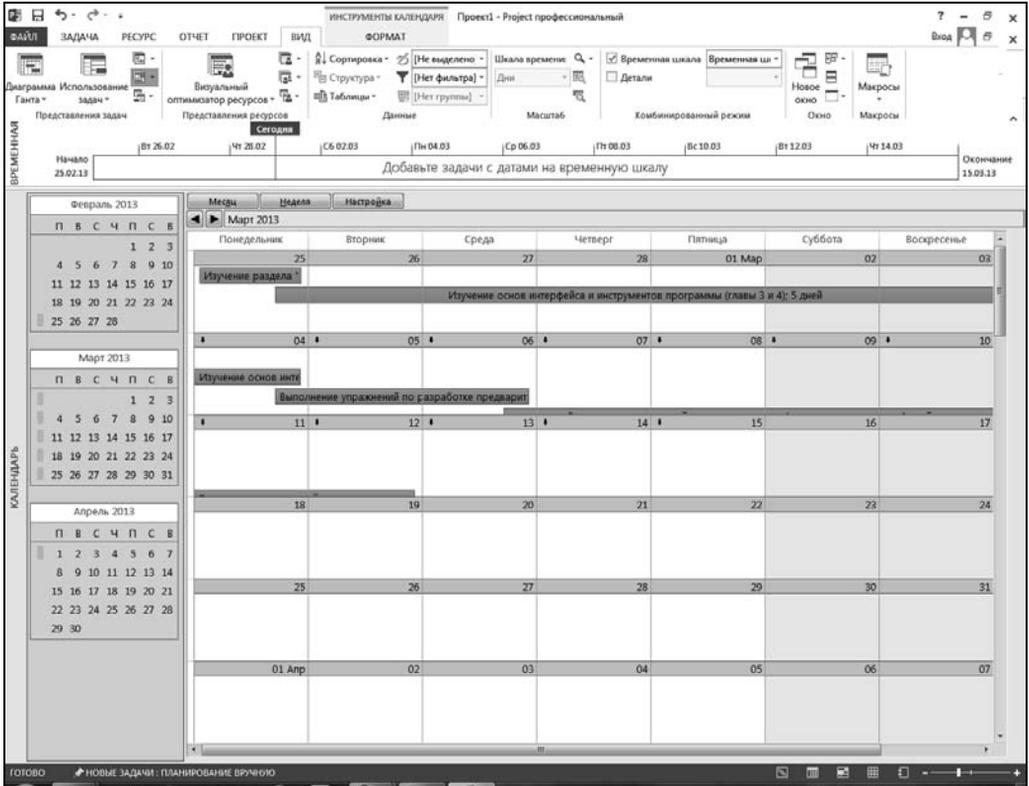

Рис. 4.32. Представление **Календарь** с уменьшенной высотой строк
4. Отпустить левую кнопку мыши. Выполненные изменения распространятся на высоту всех строк формы. В случаях, когда высота строк формы станет недостаточной для того, чтобы показать на ней полный список всех работ, в заголовке соответствующего дня сформируется "индикатор переполнения" в виде вертикальной стрелки (). Например, показанная на рис. 4.2 форма **Календарь** после уменьшения высоты строк может принять вид, показанный на рис. 4.32.